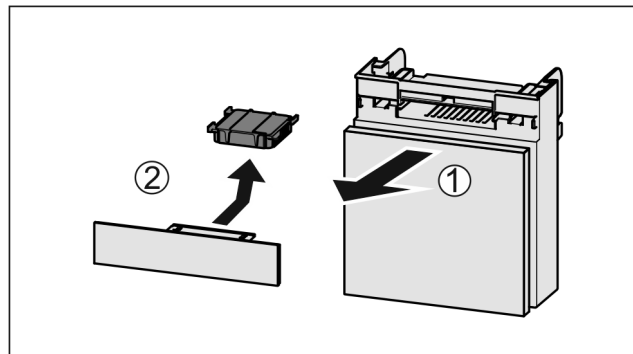

Fig. 80
- Trekk ut Fig. 80 (1) hyllen fremover.
- Ta ut Fig. 80 (2) aktivkullfilteret.